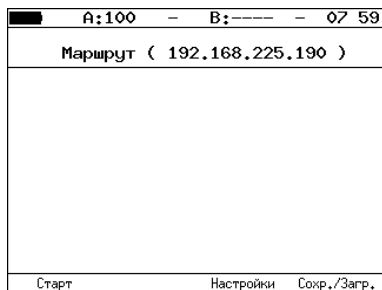

Рис. 7.71. Меню «Маршрут»
2. Перейти в меню «Маршрут» (см. рис. 7.71).